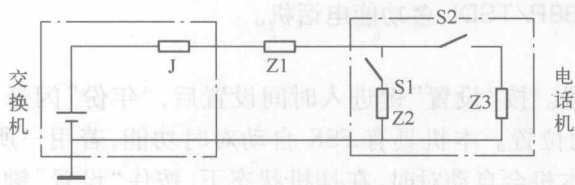

图 1-2 脉冲电话机拨号过程
1) 脉冲电话机的拨号过程。脉冲电话机是按一定的规律“接通与断开的电流回路”进行拨号的,这种一通一断的电流,叫脉冲电流。交换机中的用户继电器,按照传输的脉冲信号动作,以接通对方用户,如图 1-2 所示。其中:J 为用户继电器,Z1 为用户线阻抗,Z2 为拨号时阻抗,Z3 为收发路阻抗,S1 为拨号开关,S2 为静音开关。